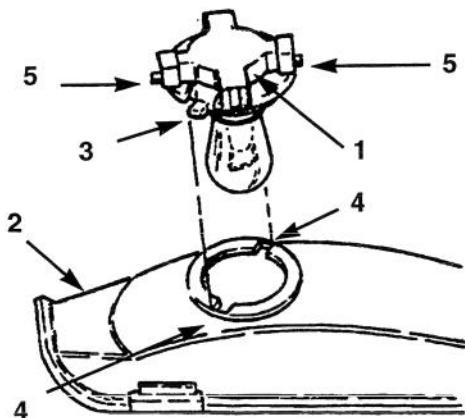

Figure 33
3. Tourner le porte-ampoule d  $\frac{1}{4}$  de tour dans le sens horaire et le déposer du réflecteur (Fig. 33).
2. Le porte-ampoule est muni de deux languettes (Fig. 33). Aligner les deux languettes avec les encoches du réflecteur, installer le porte-ampoule dans le réflecteur et lui donner  $\frac{1}{4}$  de tour dans le sens horaire jusqu'à ce qu'il s'arrête.